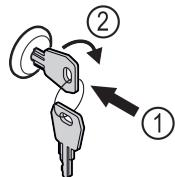

Fig. 167 Primjer izgleda
- Uvucite ključ Fig. 167 (1).
- Okrenite ključ za 90° nadesno Fig. 167 (2).